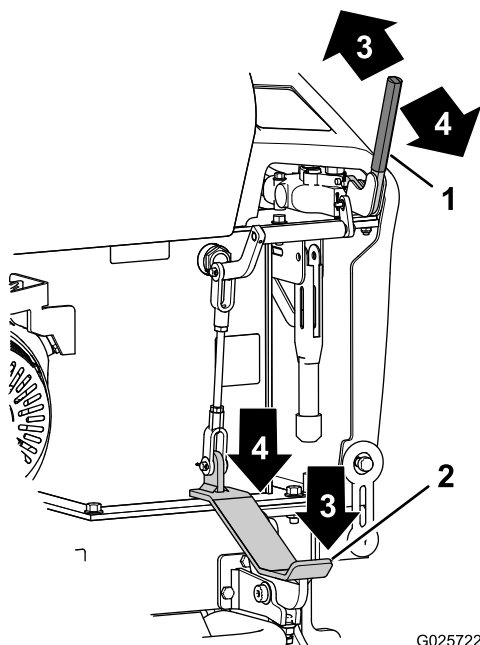

Figure 9
- Videz la trémie en poussant la poignée de vidage en avant ou en appuyant sur l'avant de la pédale de vidage (Figure 9).
- Relevez la trémie en tirant la poignée ou en appuyant sur l'arrière de la pédale de vidage (Figure 9).